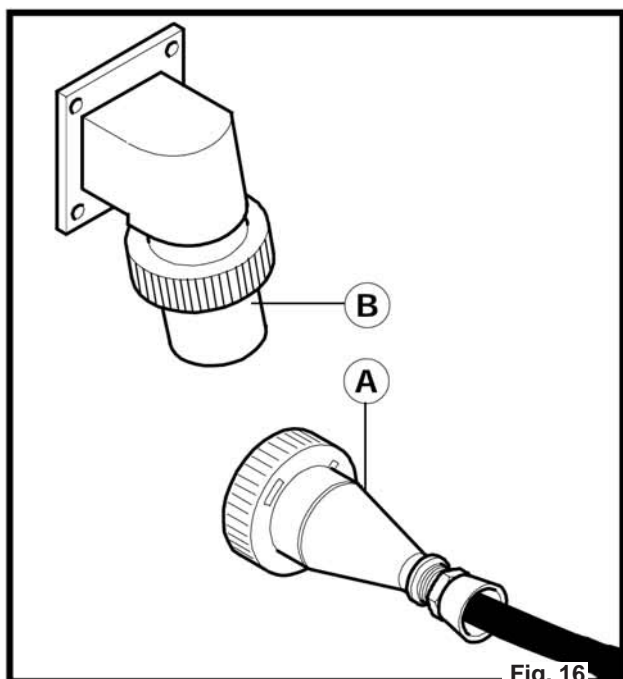

Fig. 16
– anslut uttag A till kontakt B (fig. 16).